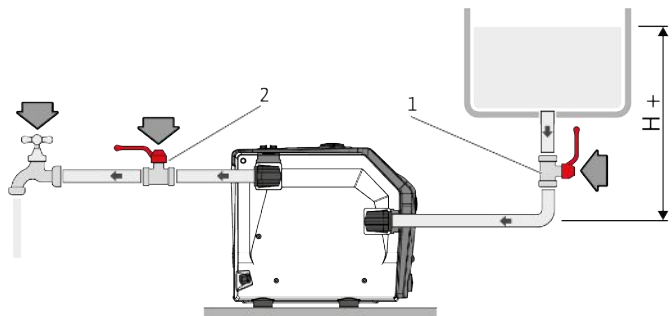
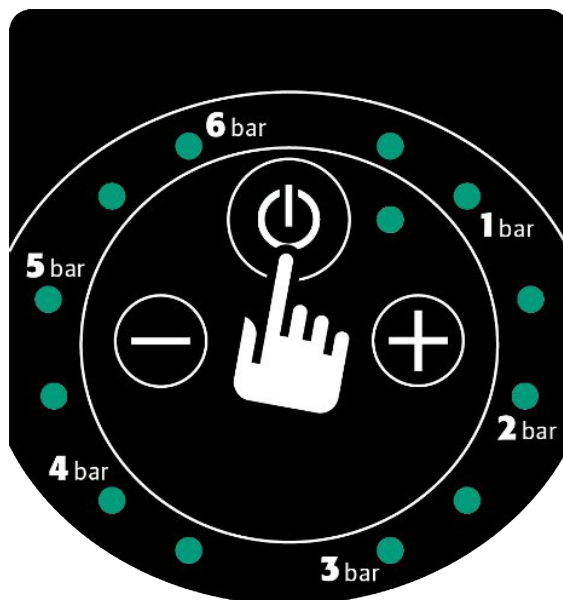

Fig. 8: Tryb obciążenia
Fig. 11: Przycisk obsługowy WŁ./WYŁ.
1. Jeśli produkt jest zainstalowany w trybie obciążenia (Fig. 8), nacisnąć 1 raz przycisk obsługi WŁ./WYŁ. (Fig. 11).
2. Nacisnąć przycisk obsługowy „WŁ./WYŁ.” na panelu sterowania (Fig. 11).